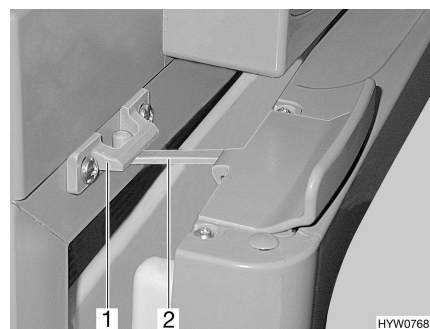

Bild 95 Kylskåpsdörr i ventilationsläge (Thetford)
■ För upp låset (Bild 95,2) och haka fast det i låsfästet (Bild 95,1). Därvid stannar kylskåpsdörren i öppet läge.